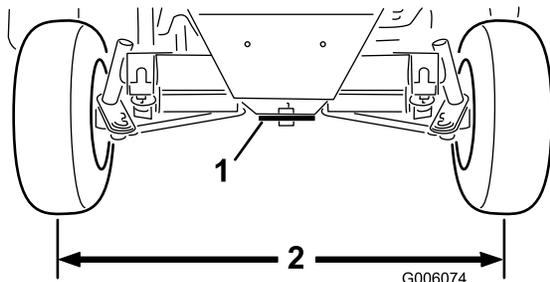

図 57
2. 両方のタイ・ロッドのジャム・ナットをゆるめる。右タイヤの中心線からと左タイヤの中心線までの距離が、タイヤの前後で等しくなるように、タイ・ロッドを回して調整する (図 57)。